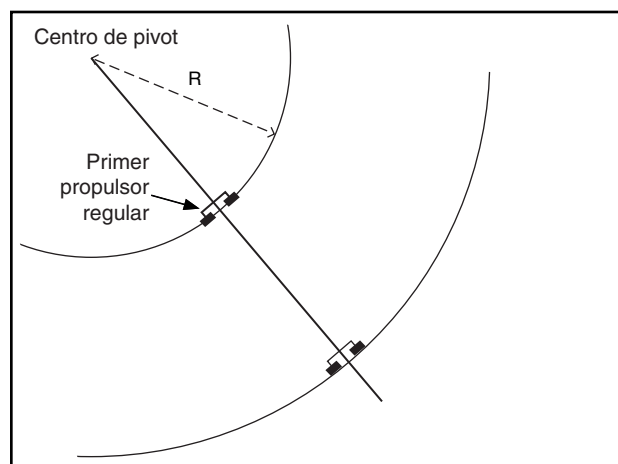

Figura 45-4
6. Mida la distancia en metros desde el centro del pivot hasta la línea central del neumático en la primera unidad motriz regular. Esta distancia es R. Vea la Figura 45-4.